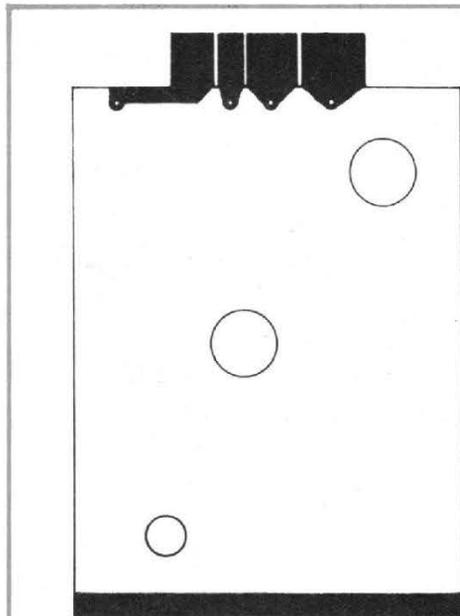

Fig. 35 : C.I. HF 3. Recto 27 MHz FM/AM
a) Le CI : est en époxy double face de 15/10. Les figures 35 et 36 donnent les dessins du recto et du verso. Attention, les bobinages fournis par l'auteur nécessiteront, soit un trou de 10 mm, soit un trou de 6 mm, selon le type de mandrin utilisé en raison de la disponibilité du moment. Ne pas percer ces trous avant l'acquisition de ces bobinages.